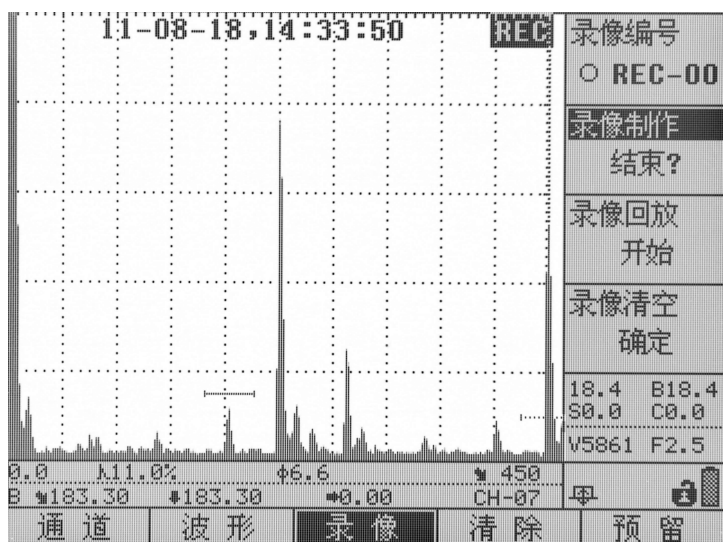

图 5.3
2. 录像开始后，屏幕上方显示当前时间日期和“REC”标志，如图 5.3 所示，表示正在录像中。录像过程中，前后移动探头寻找缺陷波，也可以操作菜单、调整参数，仪器会动态记录下寻找缺陷波的过程。